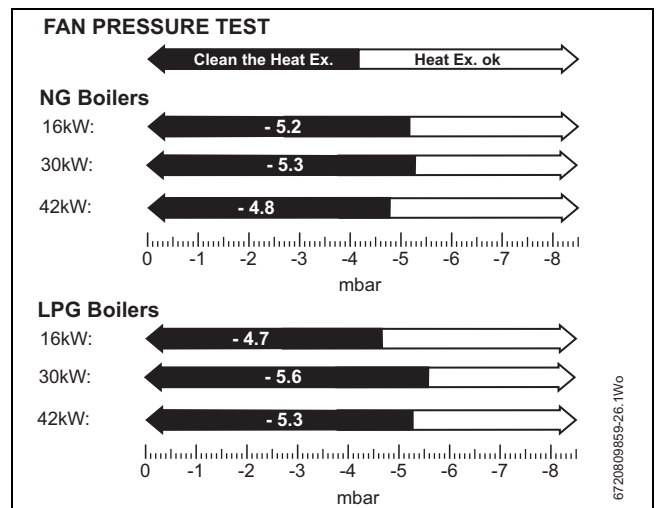

Bild 56 Werte der Gebläsedruckprüfung
▶ Die Druckwerte sind negativ. Siehe Abb. 56 unten.